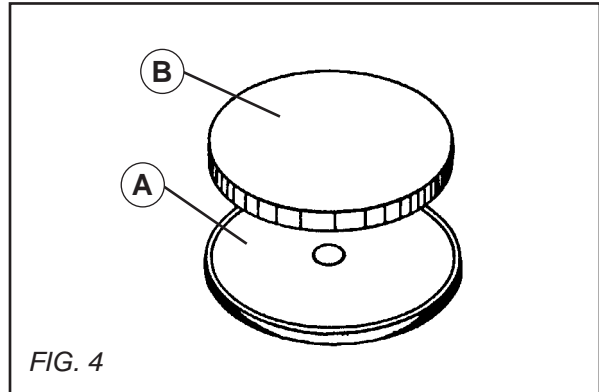

FIG. 4
• **PLATEAU PORTE FEUTRE [VOIR FIG. 4] :**